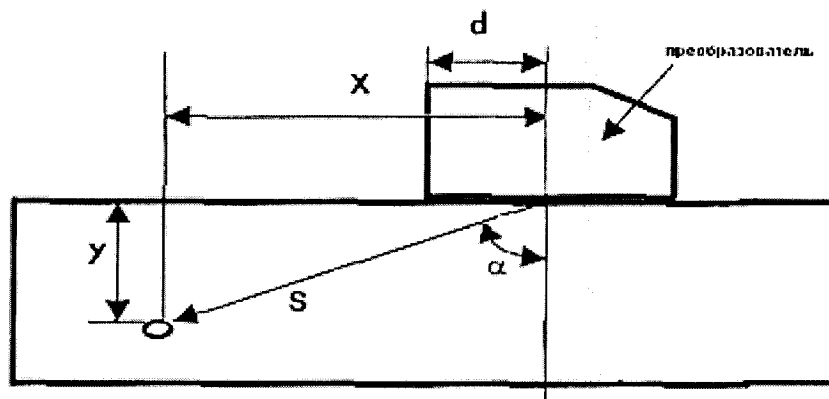

Рисунок 3 Определение координат дефекта при работе с наклонным преобразователем
8.9.9 Установить преобразователь на поверхность контрольного образца № 2, обработанную контактной жидкостью (рисунок 3).